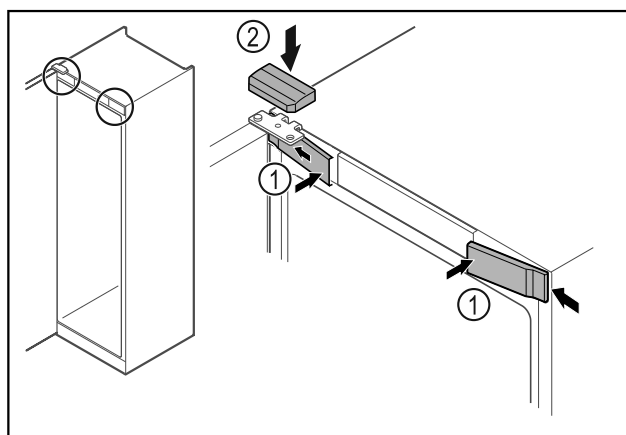

Fig. 47 \*
- Haakige eesmised katted Fig. 47 (1) küljel külge ja fikseerige.\*
- Haakige ülemine kate Fig. 47 (2) ülalt lahti.\*